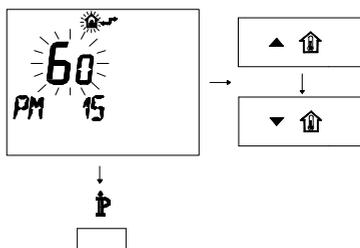

Figura 5.39
- Modificare il SET programmato agendo sui pulsanti ▲🏠 o ▼🏠 fino a visualizzare un **set di 60**, aspettare che il numero programmato cominci a lampeggiare (Figura 5.39)